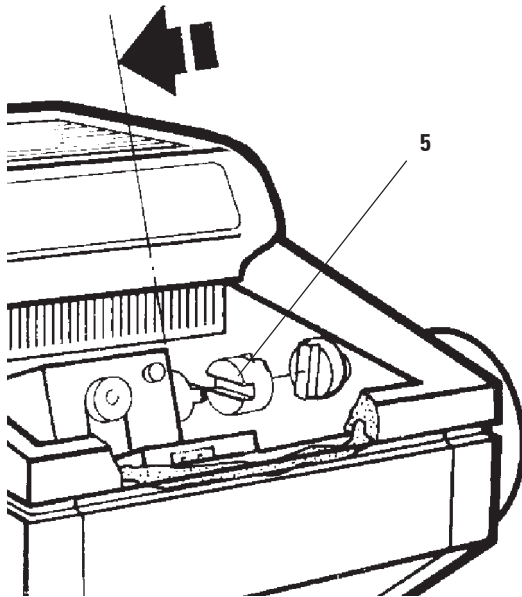

Abb. 26
- die Plastikabdeckung (5, Abb. 26) mit einem Tropfen Kryostatöl zu ölen;
- den Objektzylinder (1) zu ölen: